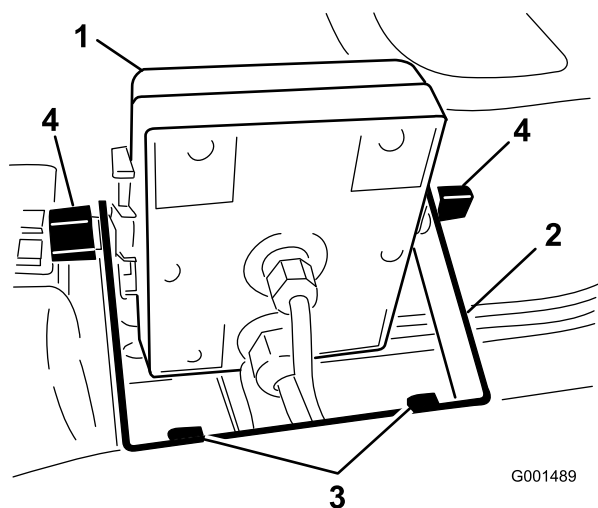
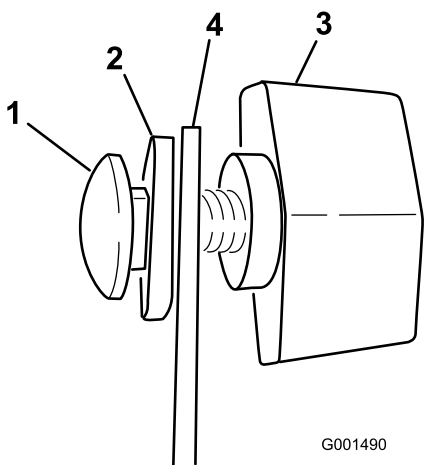

Figura 5
Figura 6
- Instale el soporte del monitor en el salpicadero (Figura 5) usando 2 pernos con arandela prensada
3. Instale sin apretar los 2 pernos de cuello cuadrado, arandelas de goma y pomos en el soporte de la manera indicada en las Figuras Figura 5 y Figura 6.
6. Instale el monitor Spray Pro sobre las cabezas de los pernos de cuello cuadrado (Figura 5) y apriete los pomos para fijarlo.